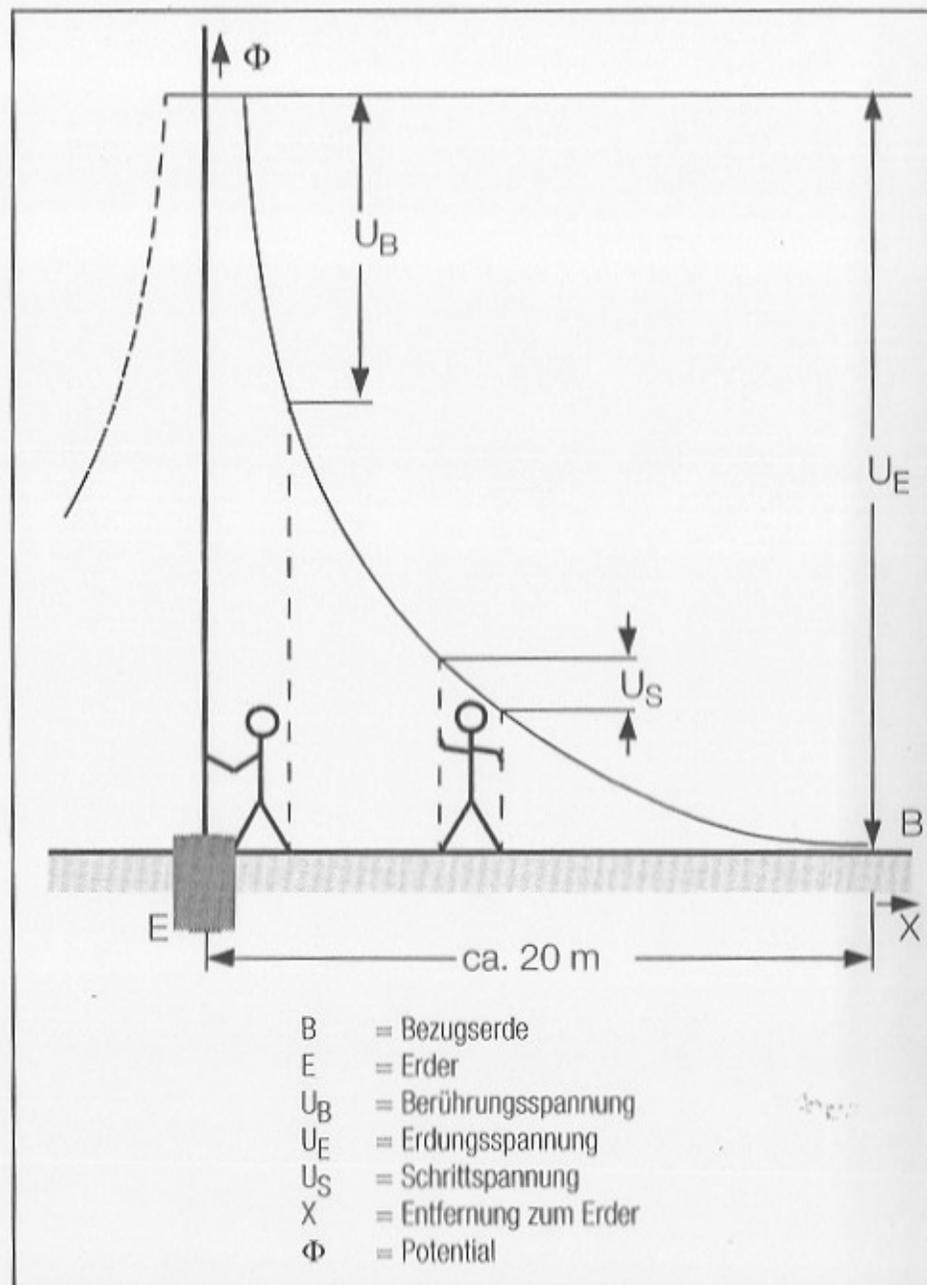

Bild 5 Erdoberflächenpotentiale und Spannungen beim stromdurchflossenen Erder
**Bezugserde** (neutrale Erde) ist der Bereich der Erde, insbesondere der Erdoberfläche außerhalb des Einflußbereiches eines Erderers bzw. einer Erdungsanlage, in welchem zwischen zwei beliebigen Punkten keine merklichen vom Erdungsstrom herrührende Spannungen auftreten (vgl. Bild 5 Seite 9).
**Erdungsspannung**  $U_E$  ist die zwischen Erdungsanlage und Bezugserde auftretende Spannung (vgl. Bild 5 Seite 9).
**Berührungsspannung**  $U_B$  ist der Teil der Erdungsspannung, der vom Menschen überbrückt werden kann (vgl. Bild 5 Seite 9), wobei der Stromweg über den menschlichen Körper von Hand zu Fuß (waagerechter Abstand vom berührbaren Teil etwa 1m) oder von Hand zu Hand verläuft.
**Schrittspannung**  $U_S$  ist der Teil der Erdungsspannung, der vom Menschen in einem Schritt von 1m Länge überbrückt werden kann, wobei der Stromweg über den menschlichen Körper von Fuß zu Fuß verläuft (vgl. Bild 5 Seite 9). Für die Größe der Schrittspannung sind keine zulässigen Grenzwerte vorgeschrieben.